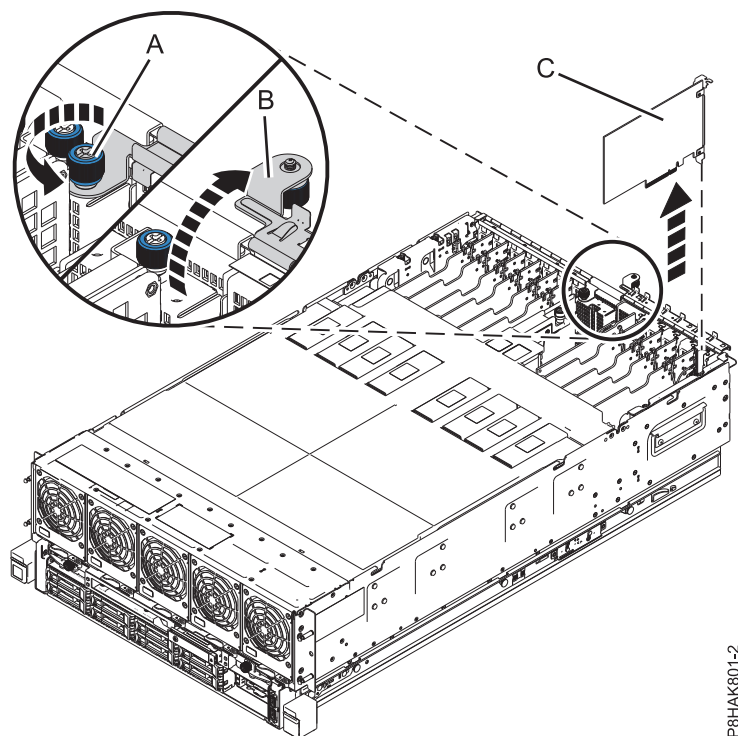

図 17. 8408-44E または 8408-E8E システムからの PCIe アダプターの取り外し
- a. 入出力保持ブラケットの拘束つまみねじを、完全に緩むまで回します。29 ページの図 17 の (A) を参照してください。
- b. 入出力保持ブラケットを、上方にシステムから離す方向に回転させて、開きます。29 ページの図 17 の (B) を参照してください。
- a. アダプター (C) の上端またはテール・ストックを慎重につかみ、図 17 に示されているように、スロットからアダプターを取り外します。